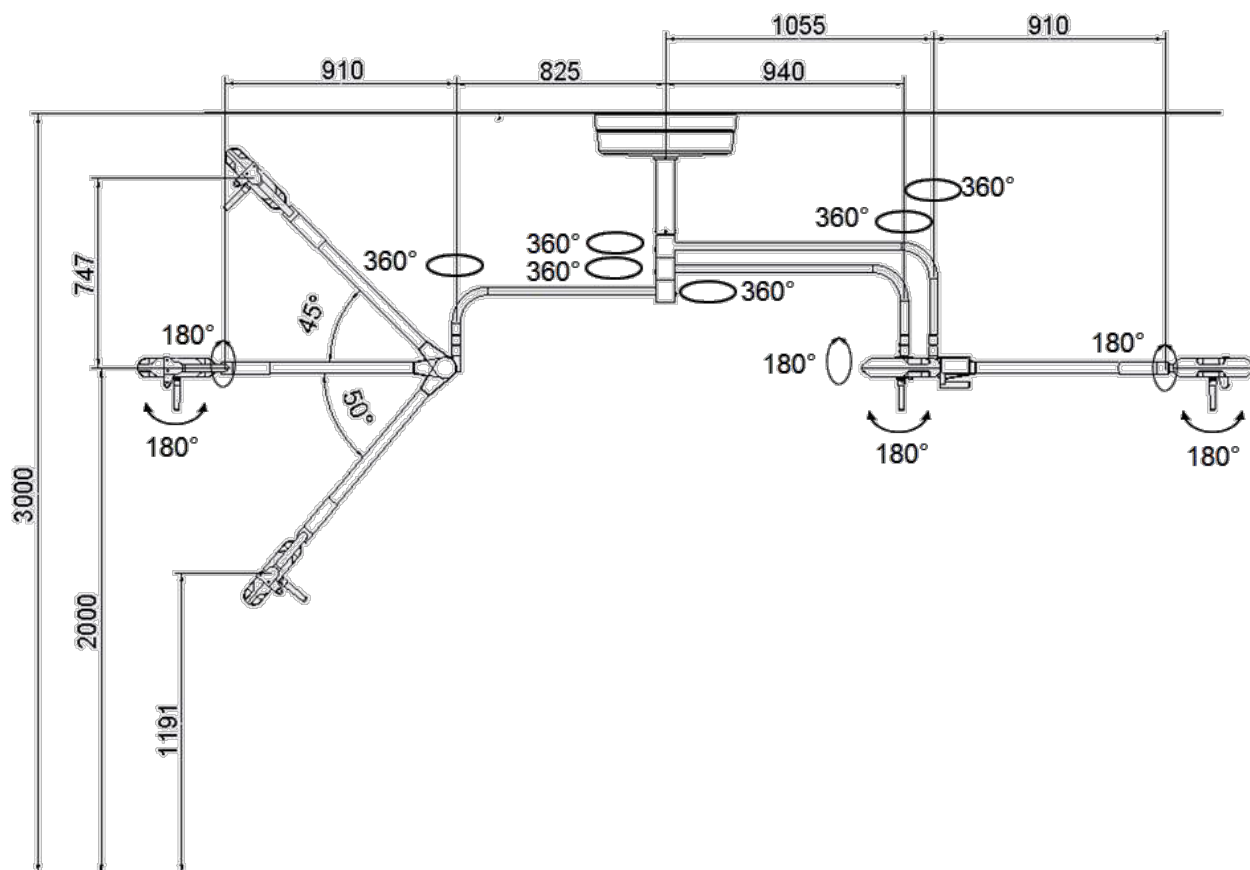

FIGURA 21 – FOCO CIRÚRGICO TRIPLO DE TETO SL-300X300X300
- Figura 21 para o Triplo SL-300x300x300;